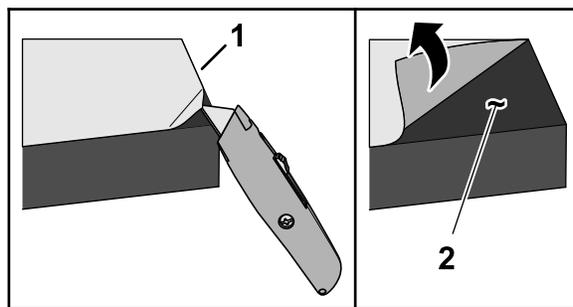

Bild 3
3. Entfernen Sie die Trägerfolie von der druckempfindlichen Klebeseite (PSA) der beiden Dämmungen, wie in Bild 3 dargestellt.